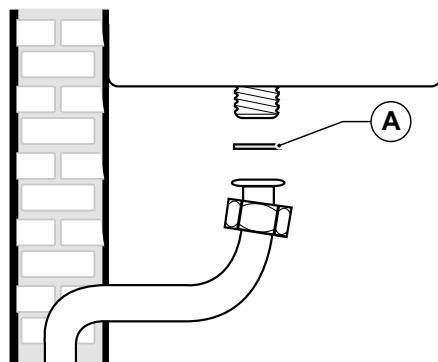

Fig. 22 Racordare la rețeaua de gaz
Pentru a conecta racordul de gaz al centralei termice la țevile de alimentare, este OBLIGATORIU să interpuneți o garnitură de etanșare (A) de mărime și din material adecvat (vezi Fig. 22 Racordare la rețeaua de gaz).